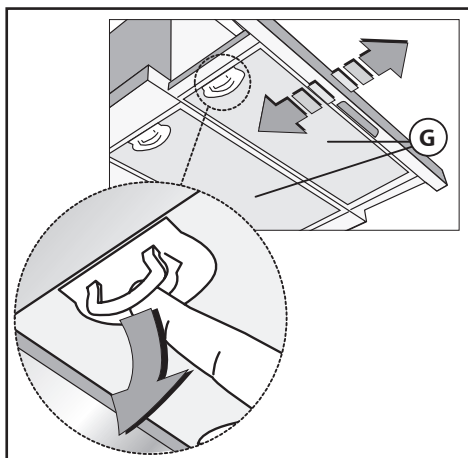
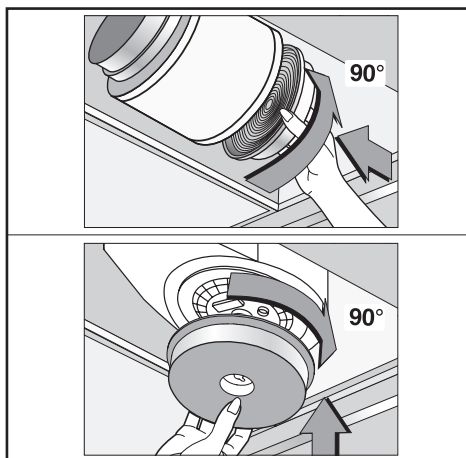

Fig.4
Fig.5
• Minimums distancen mellem kogeoverfladen, målt fra selve kogepladerne, og den nederste del af emhætten, skal være mindst **65 cm**. Hvis der anvendes et forbindelsesrør bestående af to eller flere dele, skal den øverste del placeres udenpå den nederste. Tilslut ikke udledningen fra emhætten med et rør, hvori der cirkulerer varm luft eller som anvendes til at udlede røg fra apparater, der ikke bruger elektrisk energi. Inden man begynder monteringen fjernes filtret (Fig.4) for at gøre håndteringen af apparatet lettere.
For at ændre hæften fra at fungere som sugeenhed til at fungere som filterenhed skal De rette henvendelse til Deres forhandler for at få de aktive kulfiltre. Filtrene skal påsættes sugeenheden i hæften og skal centreres i samme og drejes 90 grader indtil blokering (Fig.5). For at kunne udføre denne handling skal man fjerne ristene **G** (Fig.4). Luften sendes tilbage til omgivelserne gennem et forbindelsesrør, der passerer gennem møblet og er forbundet til samleringen **H** (Fig.3B).